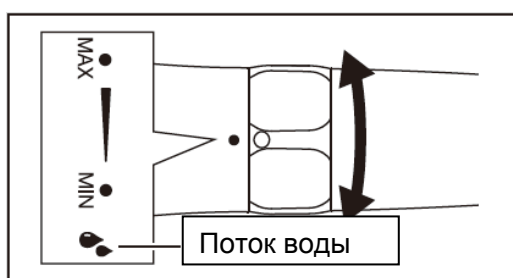

Рис. 8
- The powder spray volume can be adjusted with the Flow Volume Adjustment Ring (Fig. 8). Start by setting it to Min. then adjust according to the application and patient condition.
- Струя распыления настраивается при помощи кольца регулировки объема потока (Рис. 8). Начните работу, установив его на минимальном значении, затем регулируйте в зависимости от применения и клинического случая.